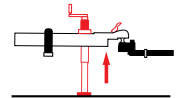

Figure 35
9. Levez le coupleur de la remorque au-dessus de la boule d'attelage. (Figure 35)